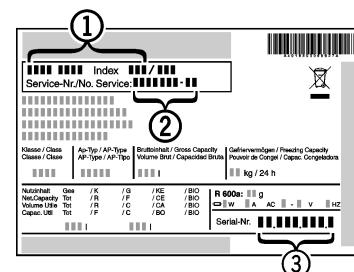

Fig. 7
- Cihazın adını Fig. 7 (1), servis numarasını Fig. 7 (2) ve seri numarasını Fig. 7 (3) model plakasından okuyun. Model plakası, cihazın iç kısmında, solda bulunur.
- Müşteri hizmetlerini haberدار edin ve hatayı, cihazın adını Fig. 7 (1), servis numarasını Fig. 7 (2) ve seri numarasını Fig. 7 (3) bildirin.